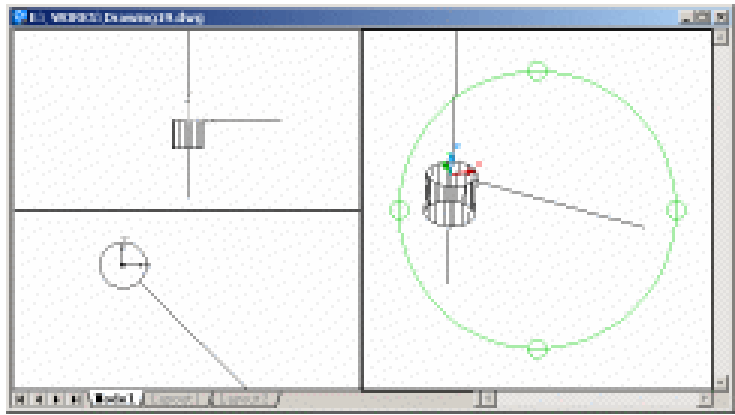

图 19.9 调整图形显示大小和视图
(5) 用 ZOOM 命令调整各个视区图形的大小,选中右边的视区。选择【View】|【3D Orbit】命令,调整右边视区的视图,如图 19.9 所示。按 Esc 键可退出视图调整。